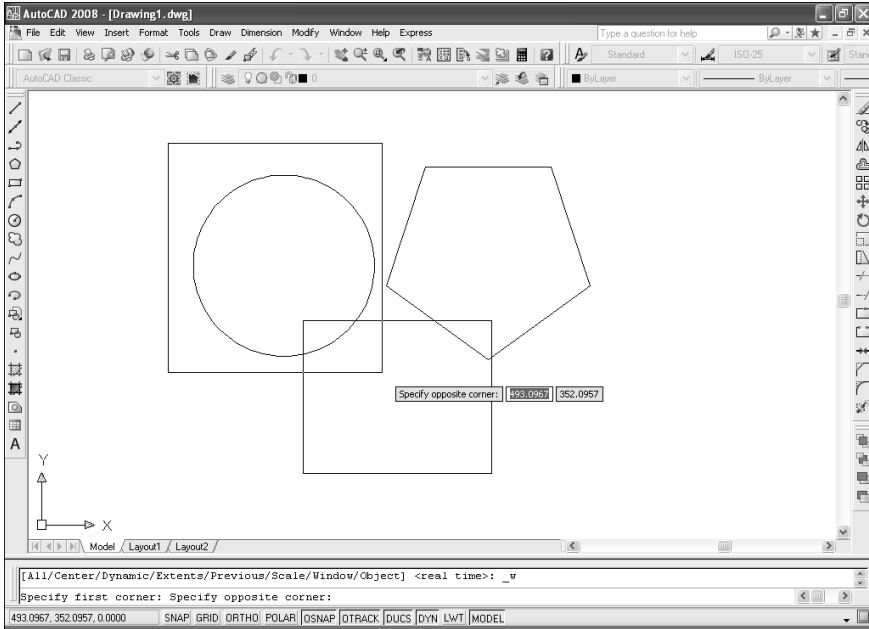

Рис. 3.5. Рамкой масштабирования охвачена область чертежа вокруг окружности
3. Задайте противоположный угол рамки (рис. 3.5).